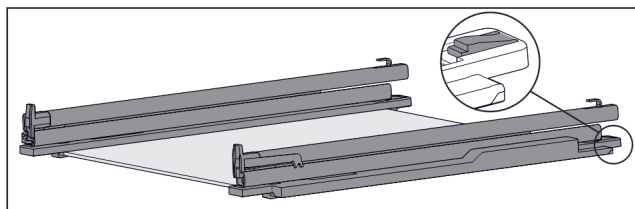

Fig. 125 Sklenená doska s kolajničkami a prídržnými dielmi
- ▶ Potlačte prídržný diel vzadu nadol (pozri Fig. 125) a súčasne posuňte kolajničku dozadu.